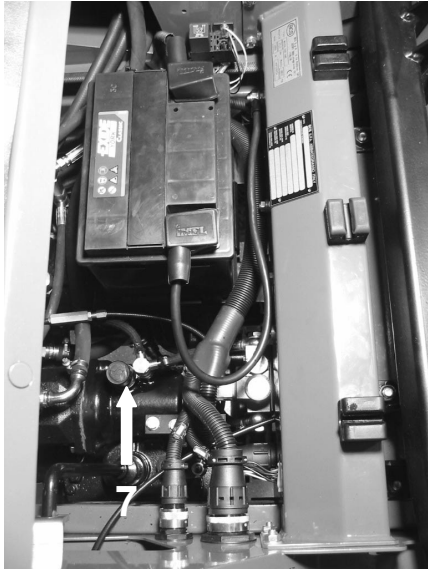

fig.13/6
13.5.2. Se occorre sostituire l'olio, svitare il tappo 27 (fig. 13/7) e lasciarlo fuoriuscire completamente (è bene effettuare l'operazione ad olio caldo); dopo aver rimontato il tappo di scarico, rifare il riempimento nella quantità indicata in tabella al punto 13.11. dal tappo 7 (fig.13/6).